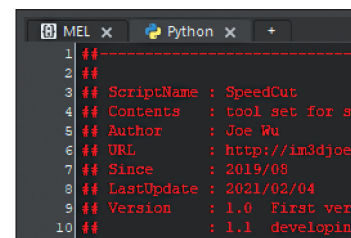

Figura C.12 Tab nello script editor.
- Nella finestra dello Script Editor è stata inserita un'icona di rappresentazione diversa, quando si crea una scheda in linguaggio mel oppure python (Fig. C.12). Probabilmente è una miglioria banale, ma consente a coloro che fanno scripting d'individuare a colpo d'occhio il linguaggio di programmazione in uso in quella determinata scheda;